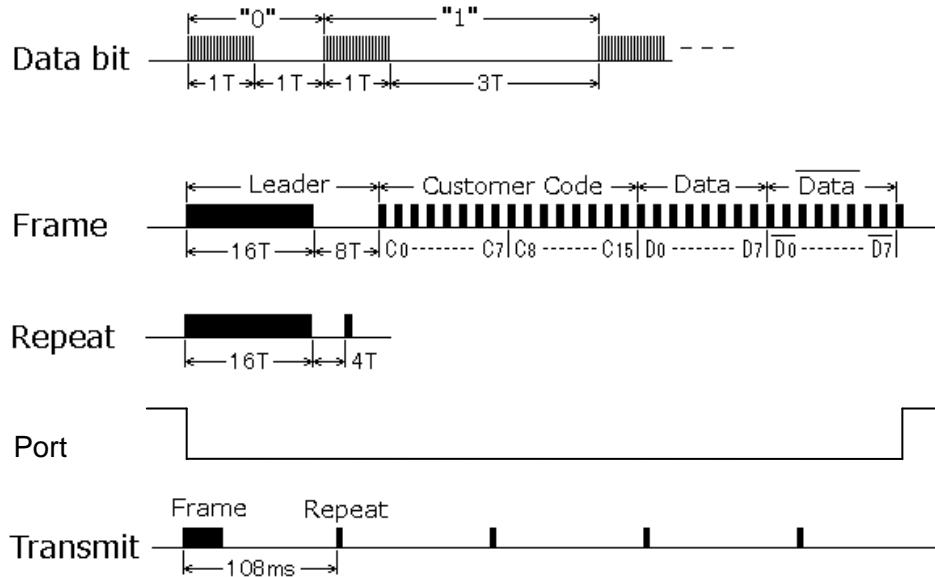

図 4.12.2 NEC フォーマットの信号波形
- NEC フォーマットの仕様の概略は、以下と図 4.12.2 に示した通りです。